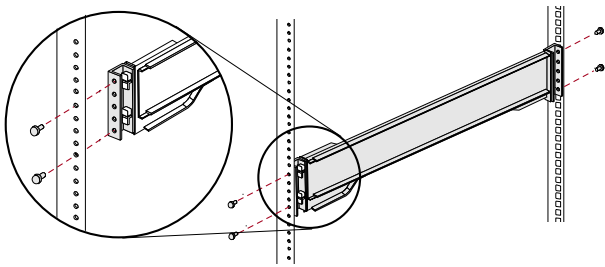

Abbildung 8. Verwenden der Rundlochadapter
2. Positionieren Sie die **linke Schiene** (auf das Rack gesehen) im Rack, so dass die Adapterlochung mit den Rack-Löchern **vorne** links, die verwendet werden, fluchtet (Abbildung 8 auf Seite 3).